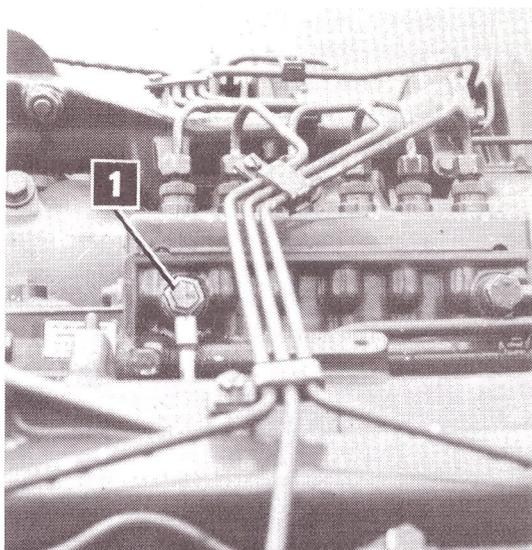

FIG. 41
- desser la vis de purge (1 fig 41) sur le corps de la pompe d'injection et actionner la pompe manuelle jusqu'à ce que le gazole coule exempt de bulle d'air ; resserrer la vis ;